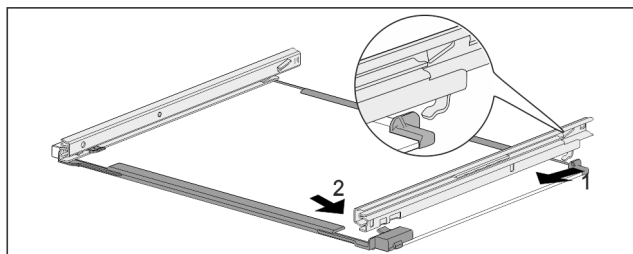

Fig. 229 Staklena ploča s vodilicama
- ▶ Zakvačite vodilicu sa stražnje strane. Fig. 229 (1)
- ▶ Uglavite vodilicu s prednje strane. Fig. 229 (2)